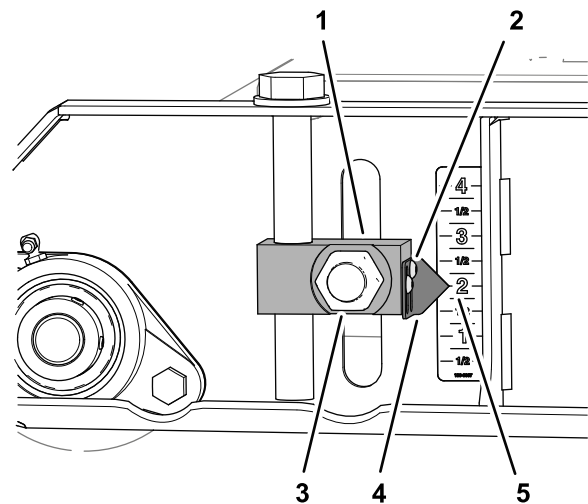
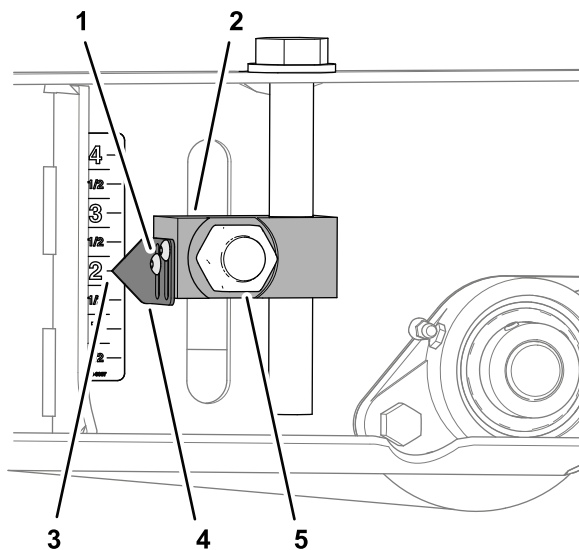

Bild 82
Bild 84
3. Lösen Sie die beiden Innensechskantschrauben, mit denen der Zeiger am Verstellblock befestigt ist, richten Sie den Zeiger auf die 2-Zoll-Markierung auf dem Aufkleber aus und ziehen Sie die Schrauben wieder fest (Bild 82).
6. Lösen Sie die Innensechskantschrauben, mit denen die beiden Zeiger am Verstellblock befestigt sind, richten Sie die Zeiger auf die 2-Zoll-Markierung auf dem Aufkleber aus und ziehen Sie die Schrauben wieder fest (Bild 84).
7. Ziehen Sie die vier Muttern, mit denen die Schnitt Höhenverstellungen (Bild 82 und Bild 84) an den vorderen und hinteren Rollen befestigt sind, auf ein Drehmoment von 322 bis 396 N·m an.